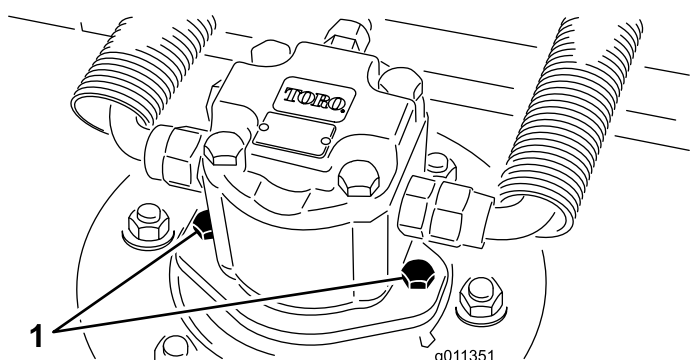

Figura 95
2. Desconecte y retire el motor hidráulico de la unidad de corte (Figura 95). Tape la parte superior del eje para evitar la contaminación.
4. Instale el motor hidráulico en la carcasa (Figura 95). Asegúrese de que la junta tórica está correctamente colocada y que no está dañada.